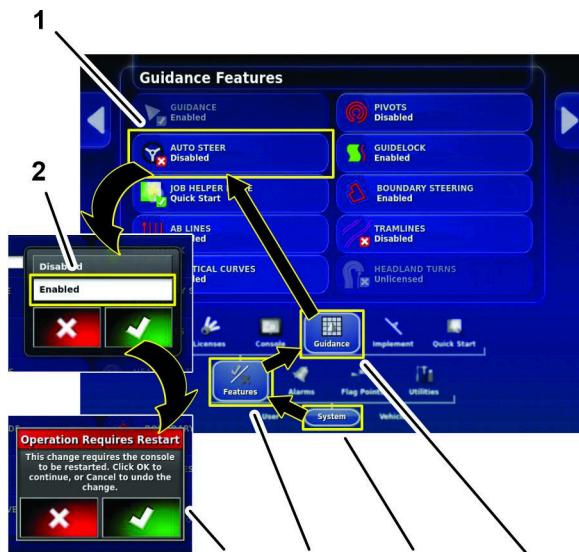

Bild 156
3. Drücken Sie das Symbol SYSTEM, FUNKTIONEN und das Symbol FÜHRUNG (Bild 156).
4. Tippen Sie auf das AUTOSTEER Symbol (Bild 156).
5. Tippen Sie im Dialogfenster auf das Symbol AKTIVIEREN und dann auf das Bestätigen-Symbol (Bild 156).
6. Tippen Sie im Dialogfenster Operation erfordert Neustart auf das Bestätigen-Symbol (Bild 156).